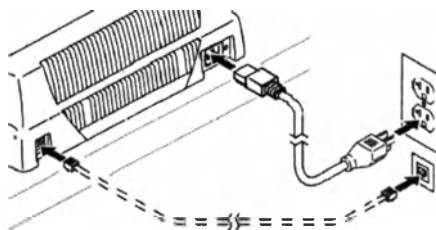

Рисунок 1 – Подключения зарядного устройства
- Использовать шнур питания, чтобы подключить зарядное устройство к розетке питания в соответствии со стандартом электрических кабелей, используемых вместе с медицинским оборудованием в больнице, (рис. 1). Последовательность включения питания начнется: